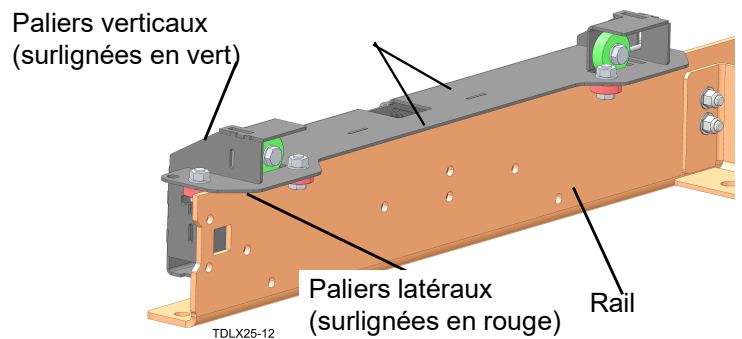

FIG. 3-9
- Ajustez maintenant les paliers de sorte que le chariot puisse glisser sans à-coups dans les deux sens avec un minimum d'effort (Voir FIG. 3-9 .).
NOTA: Assurez-vous que les principaux roulements glissent toujours sans à-coups sur le rail. Le palier peut être légèrement réajusté en desserrant et en resserrant les boulons. (Voir FIG. 3-9 .)